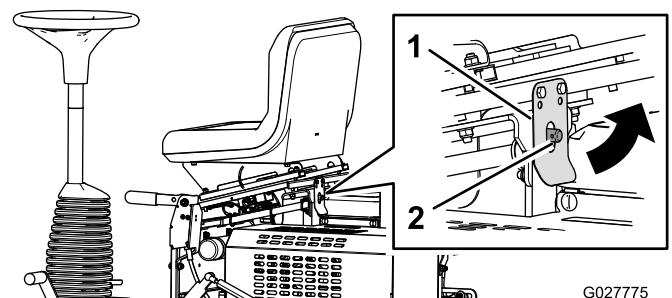

Figura 19
2. Tire hacia atrás del enganche del asiento e incline el asiento hacia adelante (Figura 19).